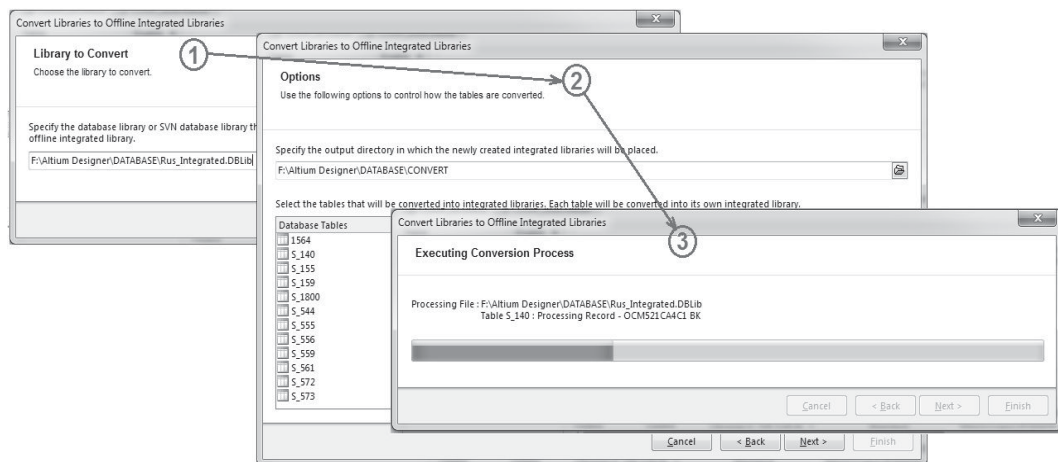

Рис. 2.55. Шаги мастера преобразования DbLib-структуры в интегрированную библиотеку
1. На первом шаге в диалоговом окне мастера (рис. 2.55) по умолчанию предлагается конвертировать активную DBLib-библиотеку и связанные с ней записи базы данных в интегрированную библиотеку Altium Designer. При необходимости щелчком на кнопке в правой части поля выбора можно выполнить поиск другой